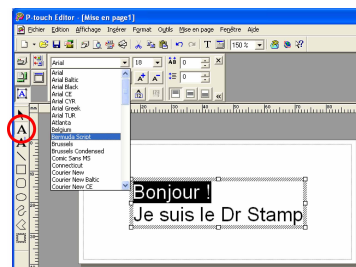

figure 3
- 3 Dans la liste déroulante « Police », sélectionnez la police souhaitée (voir la figure 3).